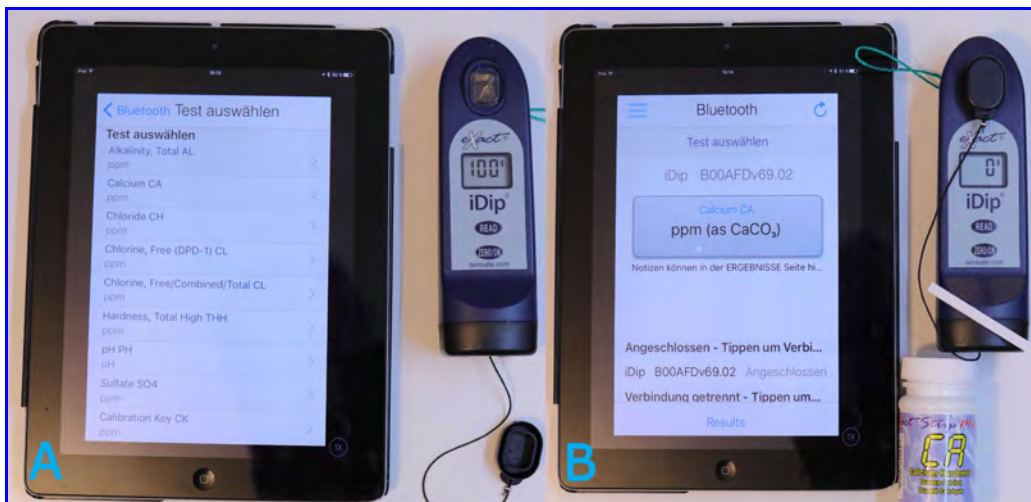
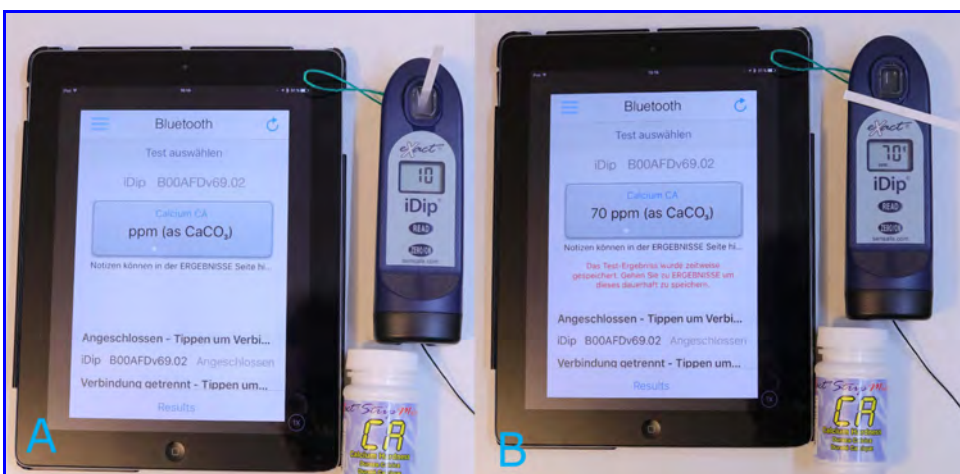

Abb. 4. Calciumhärte-Test mit iDip: Testwahl.
Abb. 5. Calciumhärte-Test mit iDip: Messung.
2.3. Messung durchführen: Abb. 4, Abb. 5
- sofort mit Teststreifen in wassergefüllte Küvette eintauchen und rühren: Abb. 5